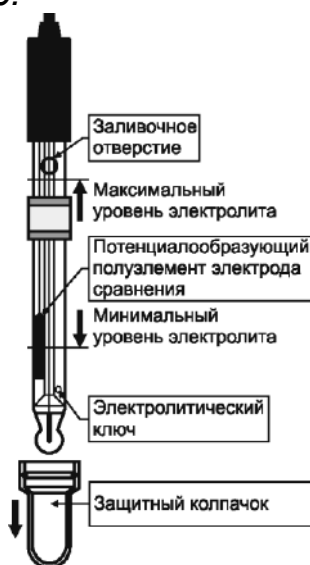

Рис. 1
5.3 Уровень электролита в электроде должен поддерживаться в пределах, показанных на рис. 1. При необходимости электролит следует доливать в электрод через заливочное отверстие.